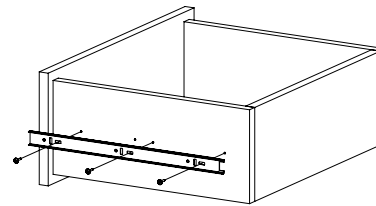

Рис.11
9. Внутренние планки телескопических направляющих закрепите на деталях 5, 6 при помощи шурупов 3,5x16 (Рис. 11).